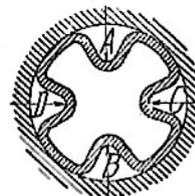

Fig. 16.
20. Remplacement des tubes. 1° *Retrait des tubes.* a) *Retrait d'un tube isolé.* Après enlèvement de la rivure au burin, on *trèfle* les deux extrémités du tube; c'est-à-dire que l'on rabat vers le centre, au moyen d'une *langue de carpe*, la matière placée en quatre points, opposés deux à deux, de la circonférence du tube ABCD (fig. 16) de manière à le décoller de son logement; pour